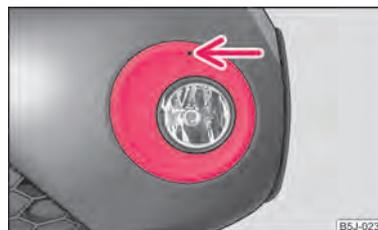

Fig. 157 Paragolpes delantero: Roomster Scout
- En la abertura por encima del faro antiniebla ⇒ fig. 157 introduzca el estribo de alambre de las herramientas de abordo y quite la tapa.